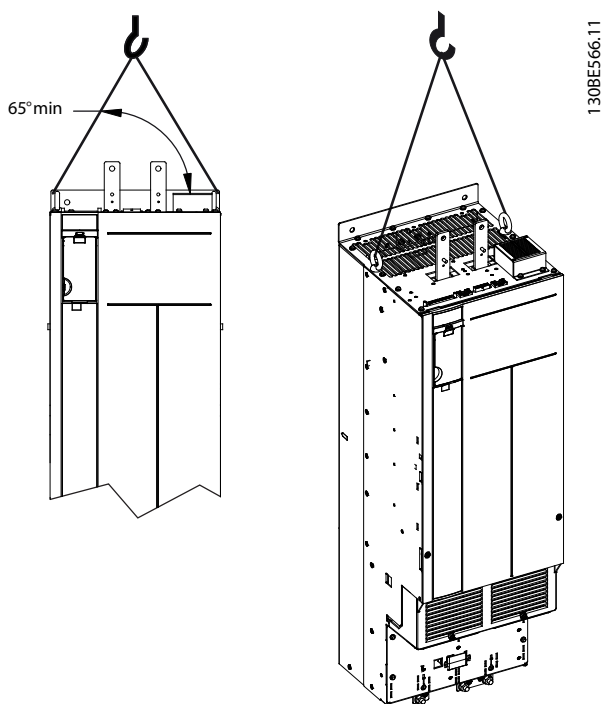

图 4.3 起吊变频器
始终使用变频器顶部的专用吊环来起吊变频器。请参阅图 4.3。
- 变频器顶端与吊索之间的角度会影响吊索承受的最大负载力。该角度最好为 65° 角或更大角度。请参考图 4.3。正确选择提升索的尺寸并连接。